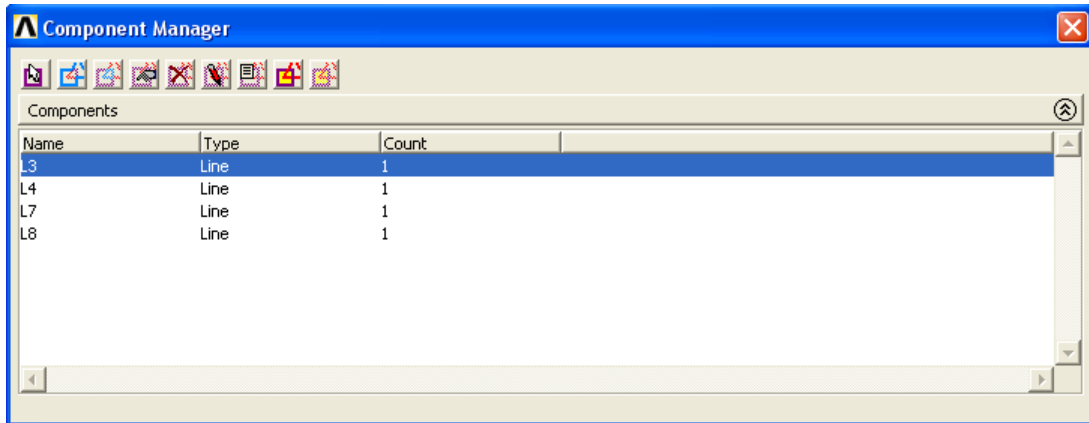

Рисунок 63. Окно *Component Manager* с выбранным пунктом *L3*
- Выбираем компоненту *L3* (Рисунок 63).